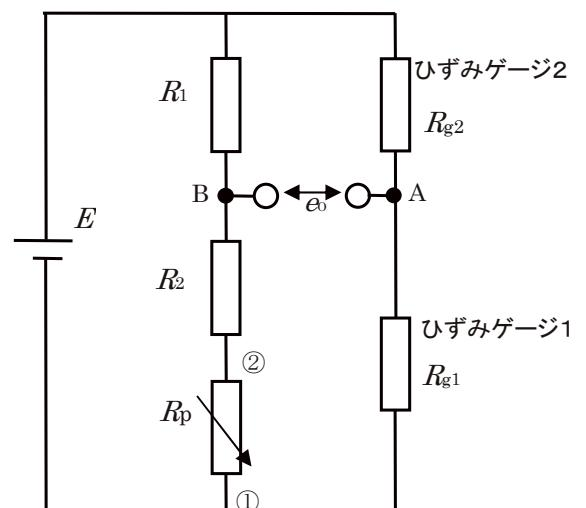

図2-4
(1) 図2-4に示す回路において、図のAB間の電圧 e_0 を、電源電圧 E 、抵抗 R_1 、 R_2 、可変抵抗 R_p 、ひずみゲージの抵抗 R_{g1} 、 R_{g2} を用いた式で表せ。ただし、電圧はBを基準とする。
(2) ブレッドボード上に、図2-4に示す回路を組む。ここで、抵抗 $R_1=1.1\text{ k}\Omega$ 、 $R_2=1.0\text{ k}\Omega$ である。